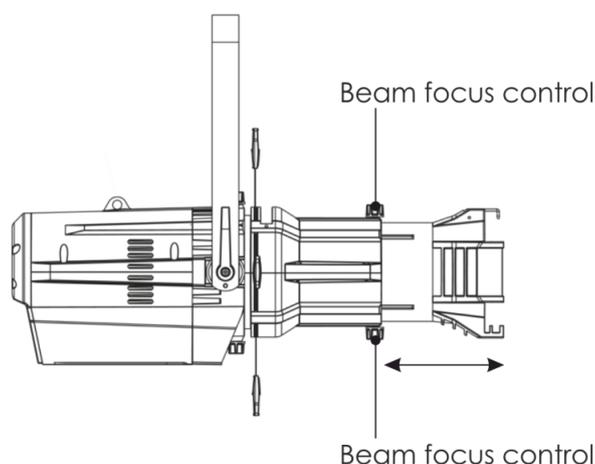

Fig. 04
- 01) Allentare i comandi per la messa a fuoco del fascio che si trovano sotto al bariletto (Fig. 04).